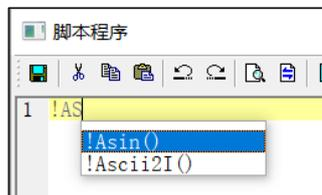

图 10.1-2 脚本自动完成
- b. 脚本编辑框：脚本编辑框是用户进行脚本编写最主要的地方，所有脚本内容均显示在此处。脚本编辑框支持自动完成功能。自动完成功能主要是在用户输入内容时自动提示与用户输入相关的内容，辅助用户快速完成输入。比如 McgsPro 中以“!AS”开头的函数有两个，当用户在脚本编辑框中输入“!AS”时会自动提示用户匹配对象（如图 10.1-2 所示），用户这时可以按上下键选择想输入的内容后按 enter 键直接快速输入。